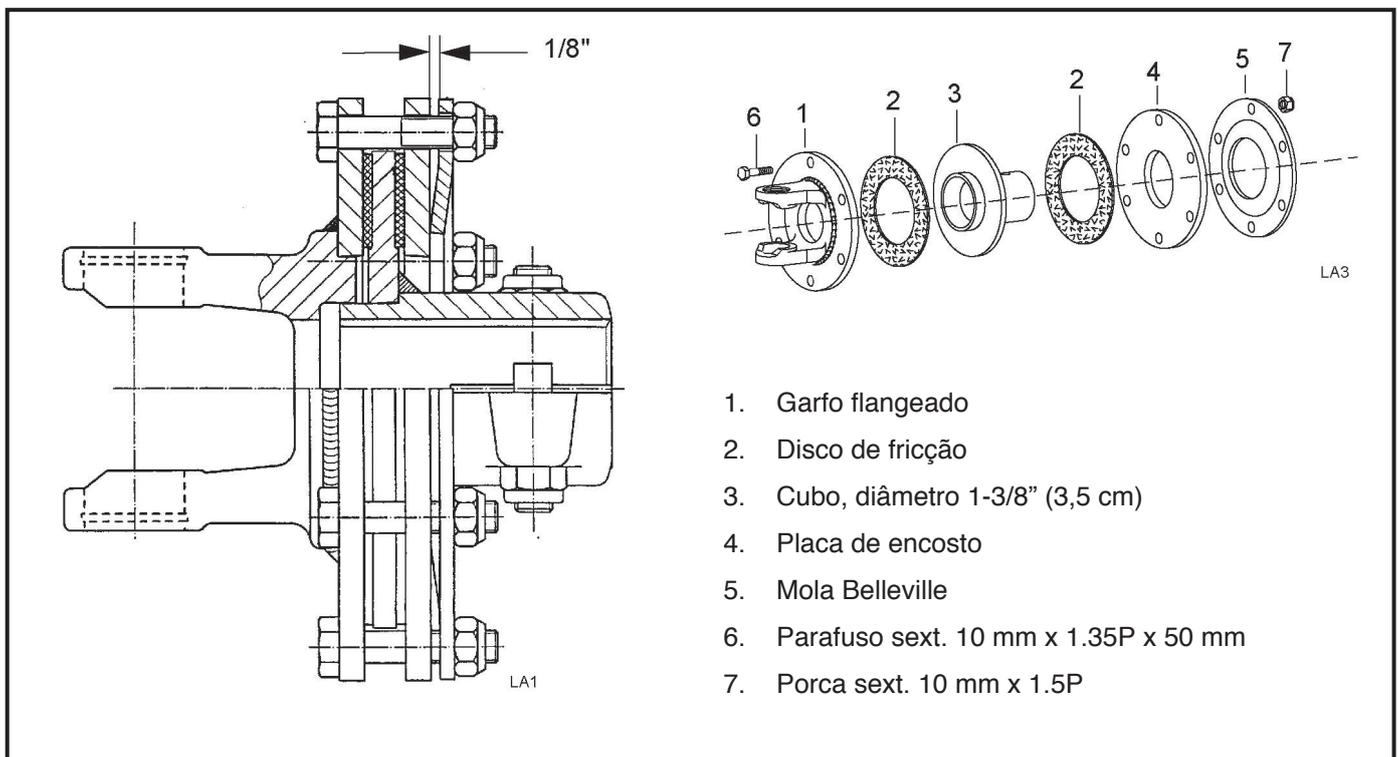

Figura 15. Conjunto de Embreagem Deslizante
1. Desligue o motor do trator e remova a chave. Desacople a transmissão da TDP do trator. Afrouxe seis parafusos de 10 mm (6) para aliviar a tensão da mola Belleville (5).
2. Segure o cubo da embreagem (3) e gire o eixo para ter a certeza que a embreagem desliza.
3. Se a embreagem não desliza livremente, desmonte e limpe as faces da placa de encosto (4), o garfo flange (1) e o cubo da embreagem (3).
4. Volte a montar a embreagem. Pressione a mola Belleville (5) até que ela encoste na placa (4) da embreagem e depois volte as seis porcas 2 voltas completas. A folga entre a mola Belleville e a placa de encosto deve ser 1/8" (3,175 mm) conforme mostrado na Figura 15.
5. Se uma embreagem continua deslizando quando a mola é comprimida com uma folga de 1/8" (3,175 mm), verifique os discos de fricção (2) por desgaste excessivo. Os discos novos são de 1/8" (3,175 mm). Substitua os discos após 1/16" (1,6 mm) de desgaste. Espessura mínima do disco é 1/16" (1,6 mm).